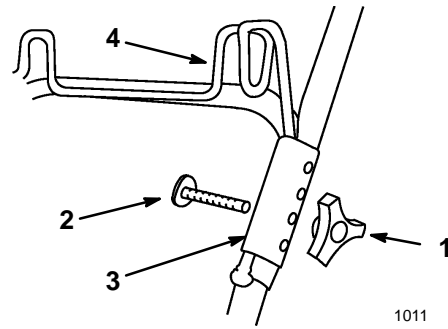

Figure 40
9. Retirer le bouton et le boulon d'assemblage du manchon supérieur au manchon inférieur du côté gauche (Fig. 40).
10. Placer un collier de porte-sac à l'extérieur du point d'assemblage des manchons, et remettre le boulon par l'intérieur dans les trous des manchons et du collier (Fig. 40).
11. Insérer le montant du porte-sac dans la rainure du collier, puis visser le bouton sur le boulon pour fixer le tout (Fig. 40).
- Retirer les boutons et boulons de fixation des colliers du porte-sac aux mancherons (Fig. 40).